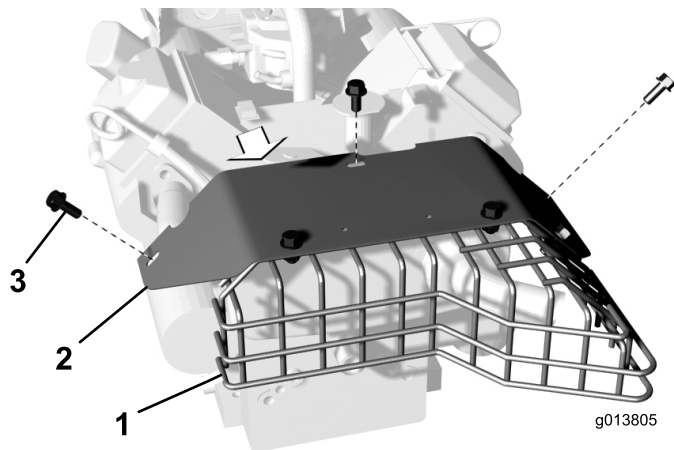

Figura 4
1. Perno de montaje , arandela y tuerca con arandela prensada (4)
7. Retire los 3 tornillos con arandela prensada que sujetan el protector del silenciador al motor (Figura 4). Retire el protector del silenciador y el protector del tubo de escape. Vuelva a instalar los tornillos con arandela prensada en el motor.